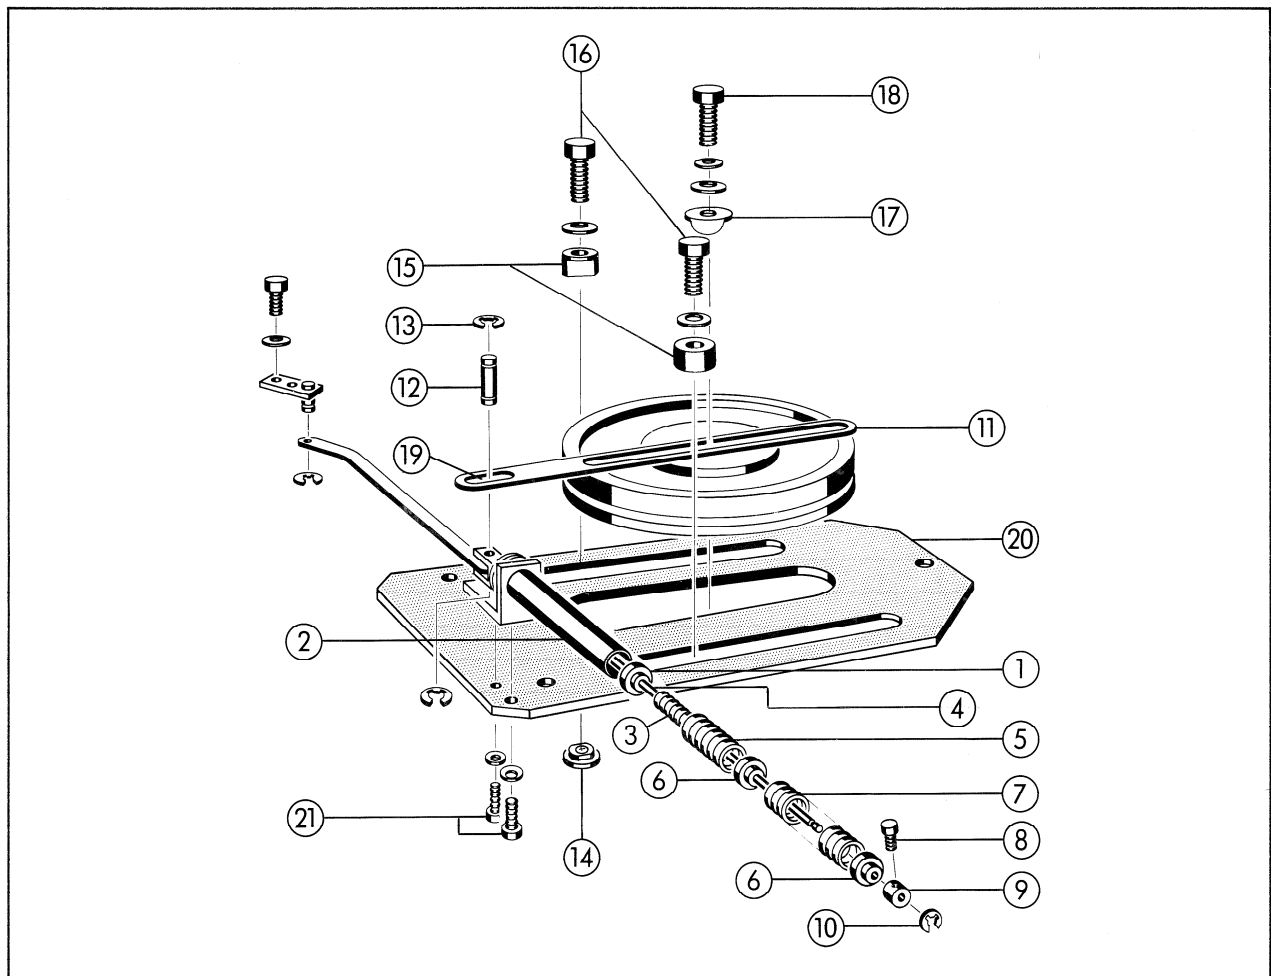
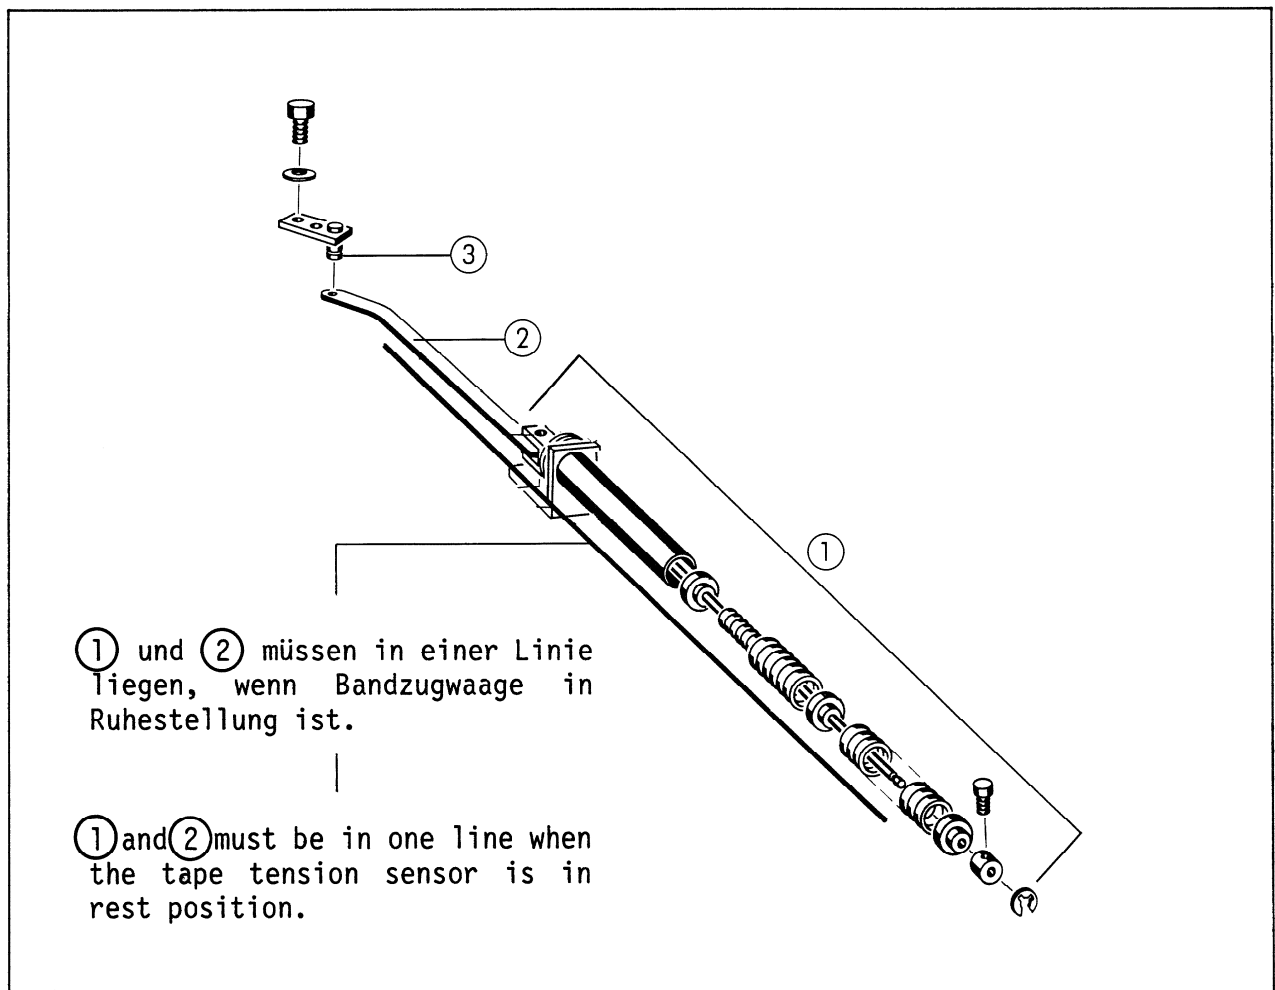
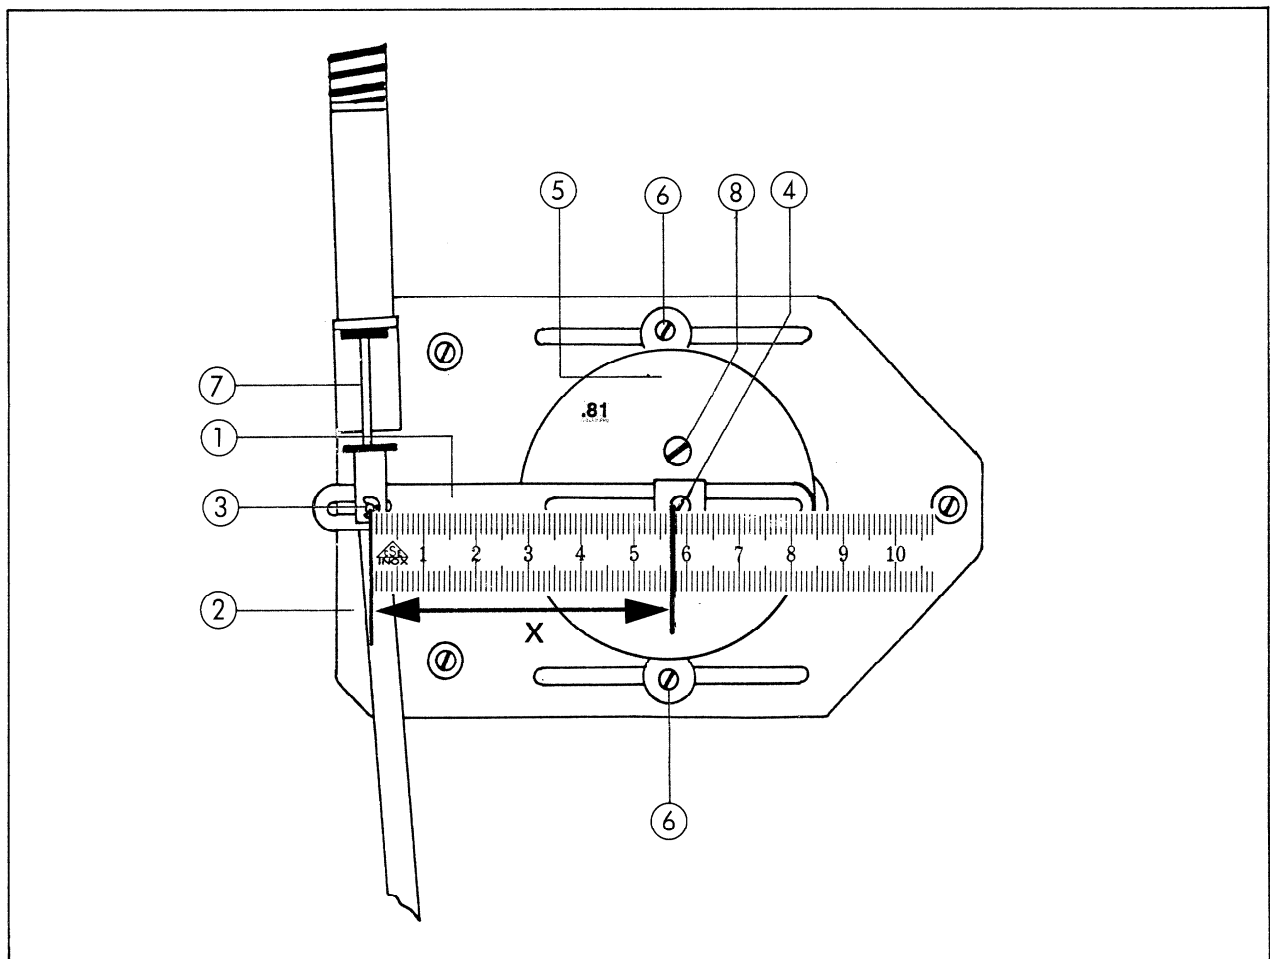

Fig. 3
Fig. 4
Fig. 5
| <p>4. Kontrollieren, dass die Führungshülse ① fest im Führungsrohr ② sitzt, ansonsten einleimen. (Fig. 3).</p> | <p>4. Check and make sure that the guiding sleeve ① is firmly seated in the guiding tube ② if not, cement it in place (fig. 3).</p> |
3. Den neuen Hebel (11) wieder über die Achse (12) schieben und Achse mit Seegerring (13) gemäss Fig. 3 wieder befestigen.
4. Die spez. Muttern (14) von unten in die Langlöcher stecken und die Klemmteile (15) mittels den Schrauben (16) und samt den Sperrscheiben leicht anziehen.
6. Den Hebel (11) mit der Dämpfungsdose koppeln und den Klemmbügel (17) auf den Hebel aufstecken. Schraube (18) mit Unterlagsscheibe und Sperring leicht anziehen.
7. Hebel (11) so verschieben, dass die Kopplungsachse (12) in die Mitte des Langloches (19) zu liegen kommt. Schraube (18) festziehen.
3. Put the new lever (11) over the pin (12) push it back and lock it with the circlip (13) according Fig. 3.
4. Guide the special nuts (14) from the underside into the elongated holes and tighten the clamping parts (15) slightly with screws (16) and lockwashers.
5. Put the dashpot into the center elongated hole. Hook the clamping parts into the groove of the dashpot, and tighten the screws (16).
6. Couple the lever (11) to the dashpot. Slip the clamping bow (17) on to the lever and tighten washer and lock slightly with screw (18).
7. Slide the lever (11) into such a position that the coupling pin (12) is situated in the center of the elongated hole (19). Fasten screw (18).
1. Darauf achten, dass bei Ruhestellung der Bandzugwaagen (Bandzugwaage nicht ausgelenkt), das Federelement ① in einer Flucht (Linie) zum Kupplungsgestänge ② liegt. (Siehe Fig. 4). Falls dies nicht zutrifft, muss die komplette Dämpfungselementgrundplatte ⑳ nochmals gelöst werden (3 Inbusschrauben 3 mm) damit die Schrauben ㉑ zugänglich werden, um das Federelement leicht neigen zu können. (Siehe Fig. 3).
1. Make sure the spring element ① is in line with the coupling rod ②, when the tape tension sensor is in rest position (tape tension sensor not deflected). (See fig. 4). Is this not the case, remove the complete dashpot mounting plate ㉑ (Allen/key screws 3 mm). See fig. 3. Loosen the screws ㉒ and swing the spring assembly sideways until the spring ass. ① is in line with the coupling rod ② according to drawing 4. (The ends of the spring assembly ① are pointing slightly to the outside of the tape transport when properly aligned).
- (2) Ev. Stelling (9) (siehe Fig. 3) vom Anschlag der Wellensicherung (10) leicht distanzieren (max. 4 mm), um einen sauberen Rücklauf der Bandzugwaagensensoren aus jeder Auslenkungsposition gewährleisten zu können.
- (3) Auf minimale Dämpfung und minimalstes Zurückfedern abgleichen. (Der Rücklauf aus der Vollausslenkung der Bandzugwaagensensoren ist bei richtiger Position zügig und kann zu hörbarem Anschlagen führen).
- (2) Make sure that the tape tension sensors return fully from any deflection position. If this is not the case, move the adjusting ring (9) (see fig. 3) slightly from the circlip (10) (max. 4 mm).
- (3) Adjust for minimum damping and for minimum rebounding. (The tape tension sensor's return from the fully deflected position is rather fast and may cause audible stop noise).
1. Ist das Gestänge (7) Fig. 5 sauber und fettfrei? Dasselbe gilt für die Kopplungsachse (3) Fig. 5 sowie die Welle (3) Fig.4.
2. Kann sich die Kopplungsachse (3) Fig. 5 frei im Langloch bewegen, ohne zu streifen.
3. Bilden das Kopplungsgestänge (2) und das Federelement (1) Fig. 4 eine Gerade, wenn sich die Bandwaagensensoren in Ruhestellung (nicht ausgelenkt) befinden?
1. Make sure the shaft (7) (fig. 5) is clean and free from grease. Check for the same clean condition on the coupling pin (3) (fig. 5) and on the bolt (3) (fig. 4).
2. Check that the coupling pin (3) (fig. 5) is able to move freely in the slot without scratching or hinderance.
3. Check that coupling rod (2) and spring assembly (1) (fig. 4) are forming a straight line when the tape tension sensors are in their rest position (not deflected).